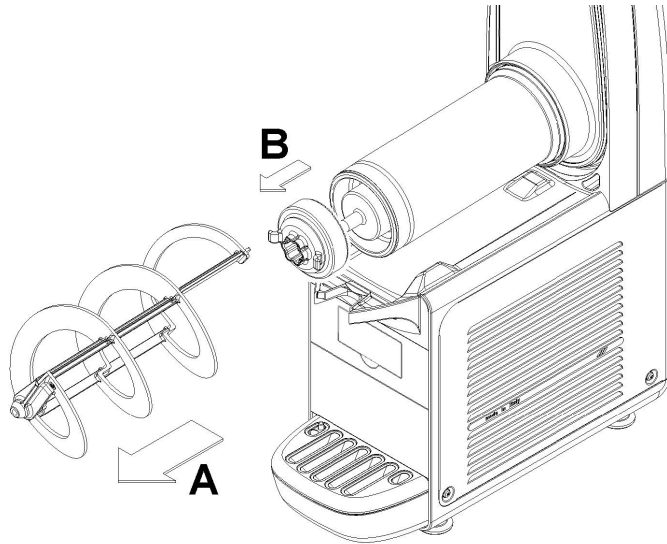

figura 9
**3** Rimuovere il mescolatore sfilandolo dal cilindro evaporatore. Quindi rimuovere il giunto esagonale (vedere figura 9).
- 3 Rimontare il rubinetto sul contenitore con sequenza inversa rispetto a quella di figura 9 e 10.